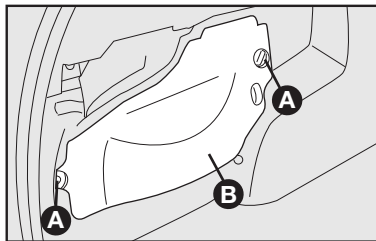

fig. 17
16) Recolocar a tampa B-fig. 17, apertando os parafusos A;